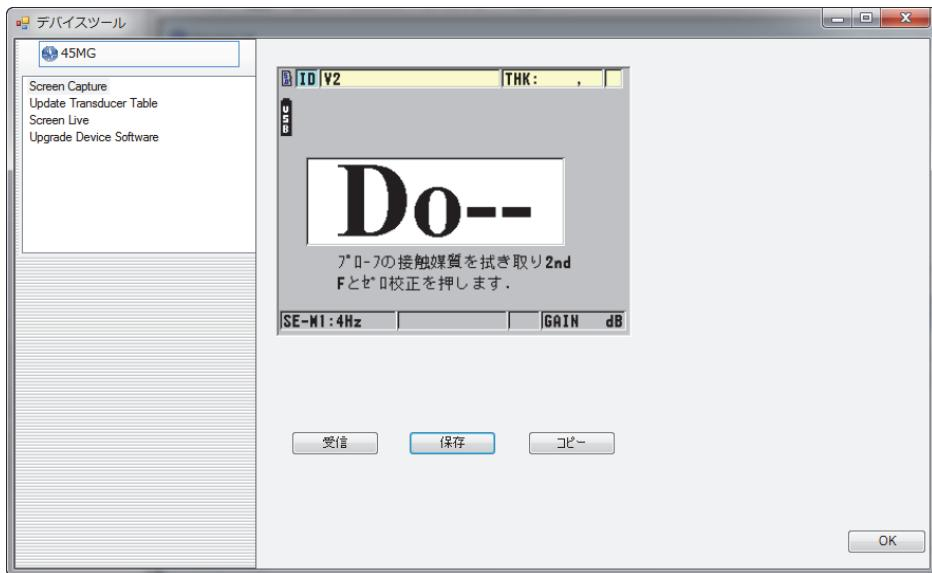

図 11-5 画面キャプチャ機能のあるデバイツールダイアログボックス
- b) **Device Tools** (デバイスツール) ダイアログボックス (199 ページの図 11-5 を参照) で、**Screen Capture** (画面キャプチャ) を選択し、**Receive** (受信) をクリックします。